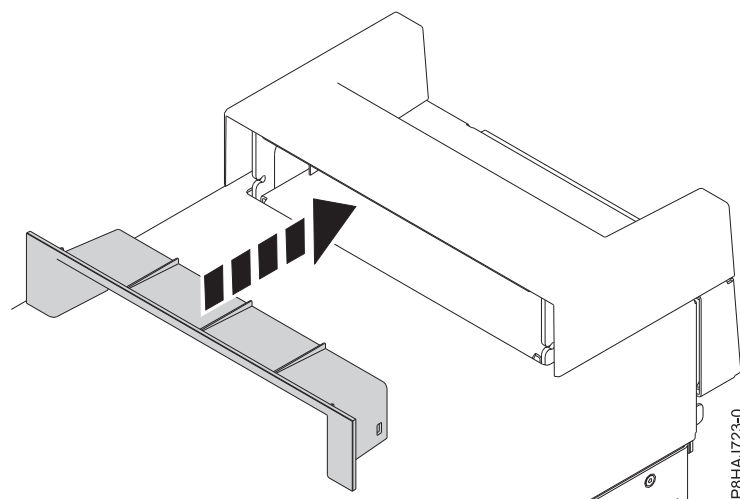

Figura 19. Inserindo a peça dentro da tampa da alça em um sistema 8286-41A independente
2. Insira a peça dentro da tampa da alça empurrando-a firmemente para a tampa da alça, conforme mostrado em Figura 19.